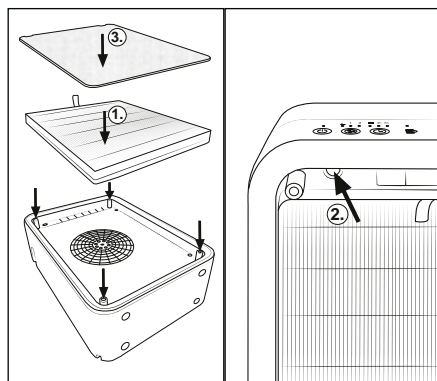

Fig. 7
- ◆ Vendosni filtrin e ri EPA 7 në pajisje (shih Fig. 7).
- ◆ Shtypni dhe mbani shtypur butonin e rivendosjes së filtrit 8 për 3 sekonda (shih Fig. 7). Pajisja tani e njeht filtrin e ri.
- ◆ Vendosni kapakun 6 në pajisje (shih Fig. 7).